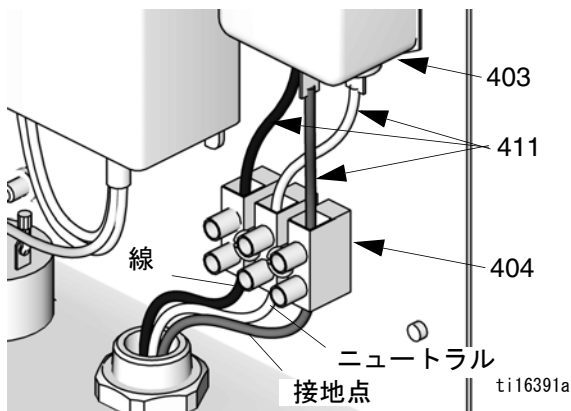
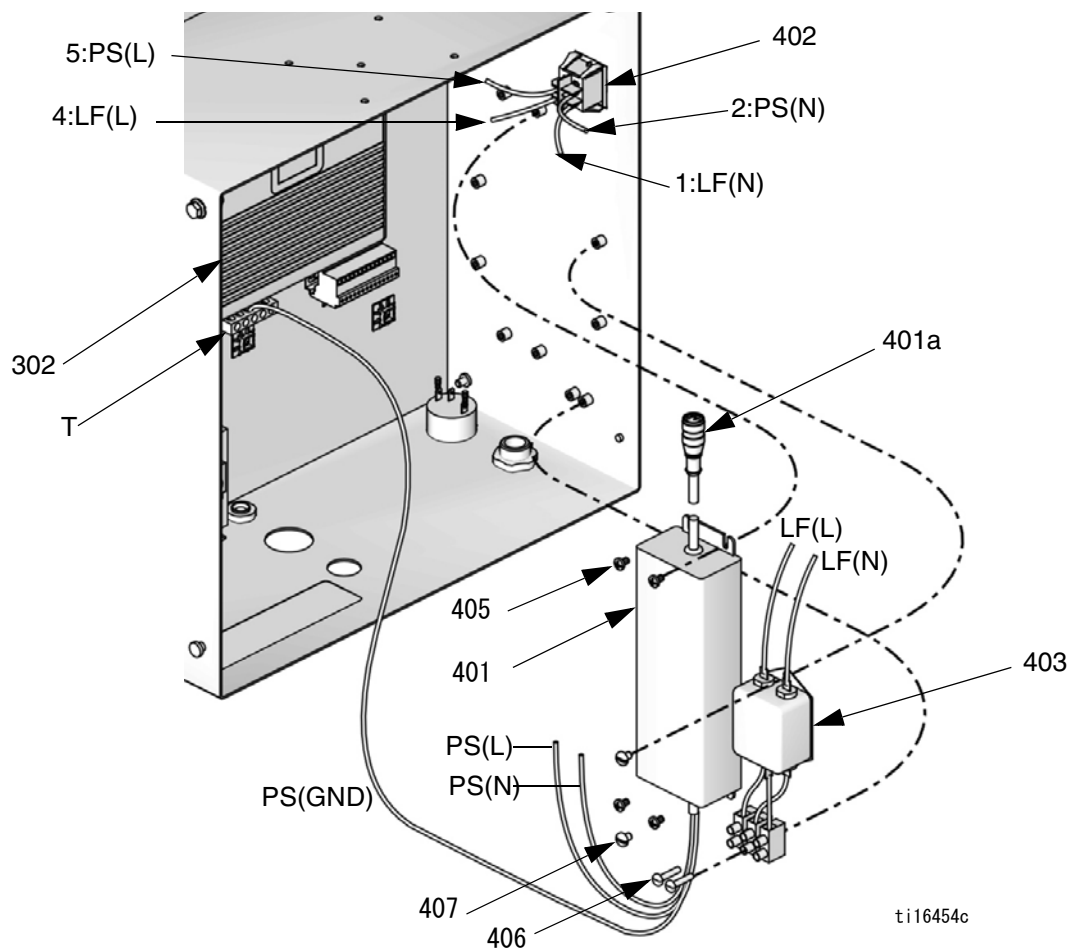

図 5. 端子ブロックの電気接続
図 8. 壁電源の交換
4. 図 8 を参照してください。高度な液体コントロールモジュール (302) から電源の CAN ケーブル (401a) の接続を外します。
5. 電源スイッチ (402) からラインフィルタのワイヤ、および電源のワイヤの接続を外します。
6. 高度な液体コントロールモジュールの接地端子 (T) から電源の接地ワイヤ、PS (GND) の接続を外してください。
7. 4 つのネジ (405) を取り外し、電源 (401) を取り外します。フィルタを交換する場合は、2 つのネジ (407) とフィルタ (403) を取り外します。
8. 表示されているように、提供されているネジ (405、407) を使用して、新しい電源 (401) とラインフィルタ (403) を取り付けます。
9. 図 8 を参照してください。表示されているように、ワイヤハーネス (410/LF) をラインフィルタ (403) と電源スイッチ (402) に接続します。電気回路図も参照してください。
10. 表示されているように、電源のワイヤハーネス (411/PS) をスイッチ (402) に接続します。電気回路図も参照してください。PS の接地ワイヤを高度な液体コントロールモジュールの接地端子 (T) に接続します。
11. 図 5 を参照してください。表示されているように、ワイヤハーネス (411) をラインフィルタ (403) と端子ブロック (404) に接続します。電気回路図も参照してください。